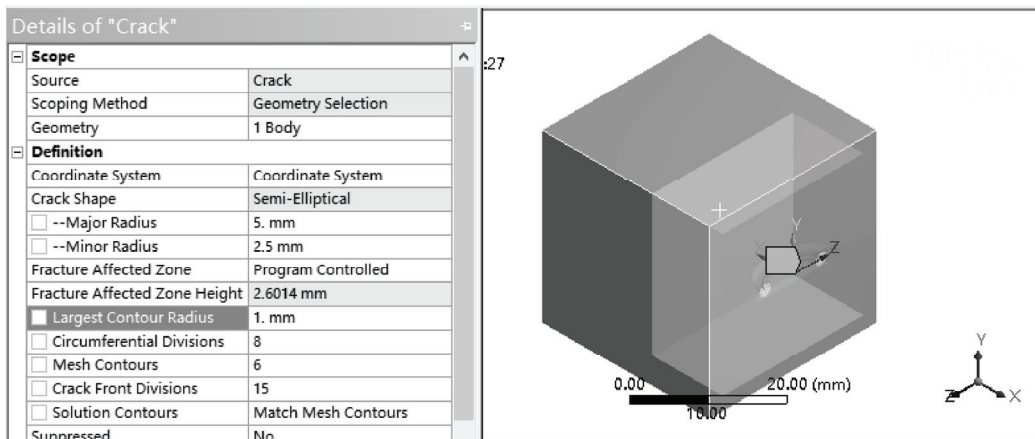

图 19-12 设置裂纹对象
- 3) 选择 Crack 对象，选择图形区域中的模型，然后在 Geometry 后单击 Apply 按钮，设置其细节窗口中的部分参数如图 19-12 所示和表 19-1 所示。